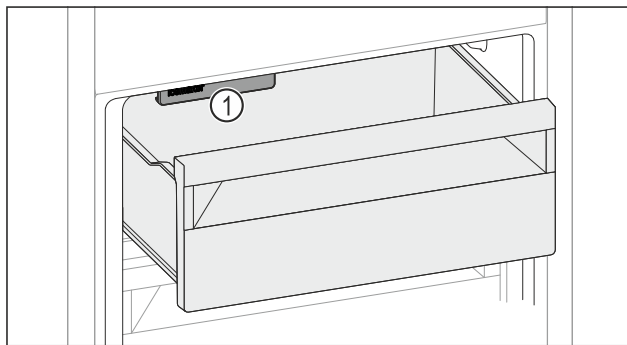

Fig. 245
- Mbani parasysh IceMaker Fig. 245 (1).